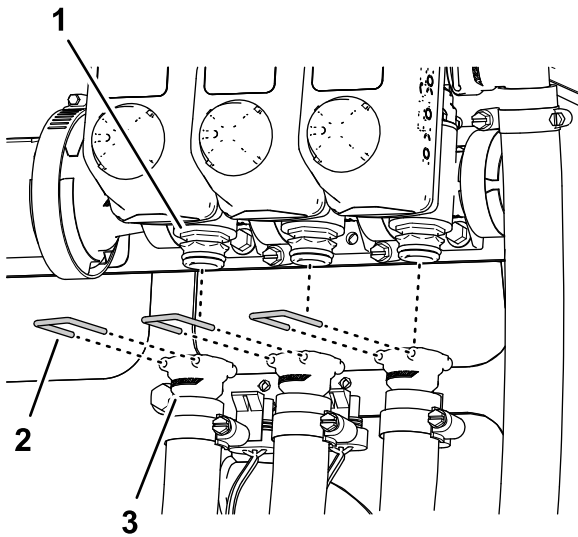

図 24
6. 左、中央、右の給液ホースをセクションバルブのクイックカップラに固定しているリテーナを取り外す (図 24)。